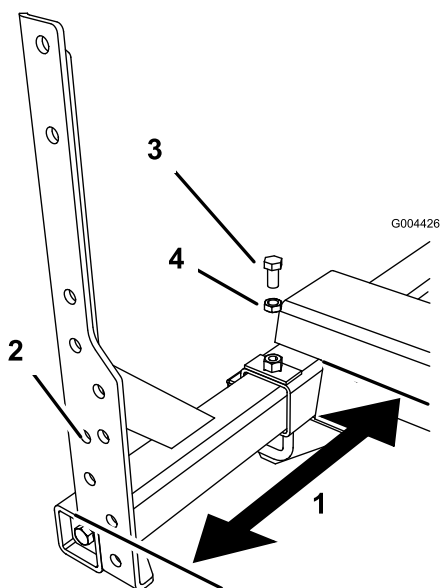

Figura 7
- A. Per le irroratrici per tappeto erboso serie 1200, inserite il montante nel telaio finché l'estremità del telaio non si trova a 19-1/4 pollici dalla base dell'alloggiamento dell'assale sul telaio (Figura 7).